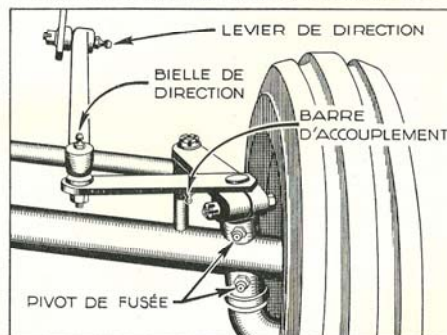

Fig. 9
- Le graisseur de la biellette de direction (fig. 9);
- Le graisseur du levier de direction (fig. 9);